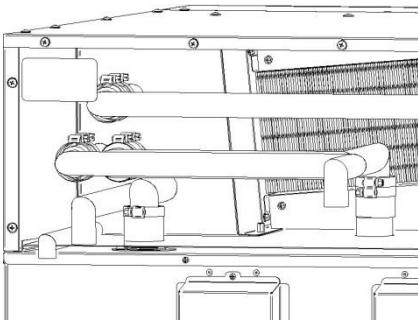

Рис. 9
13. Установить зонт на печь (предварительно снять заднюю стенку зонта): необходимо совместить трубы выходящие из печи с установленными рукавами (патрубками) с соответствующими патрубками зонта и закрепить их между собой хомутами (см. Рис. 9);